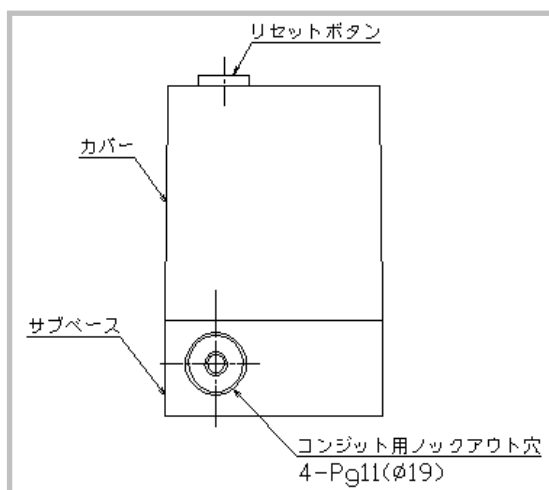

図 2
このとき、無理な力を加えないように注意してください。（参考資料：図2）
- (1) 必要に応じてサブベースのコンジット用ノックアウト穴をあけ、結線用コンジットを取り付けます。（図2・3参照）
- (2) サブベースを所定の位置にねじで固定します。